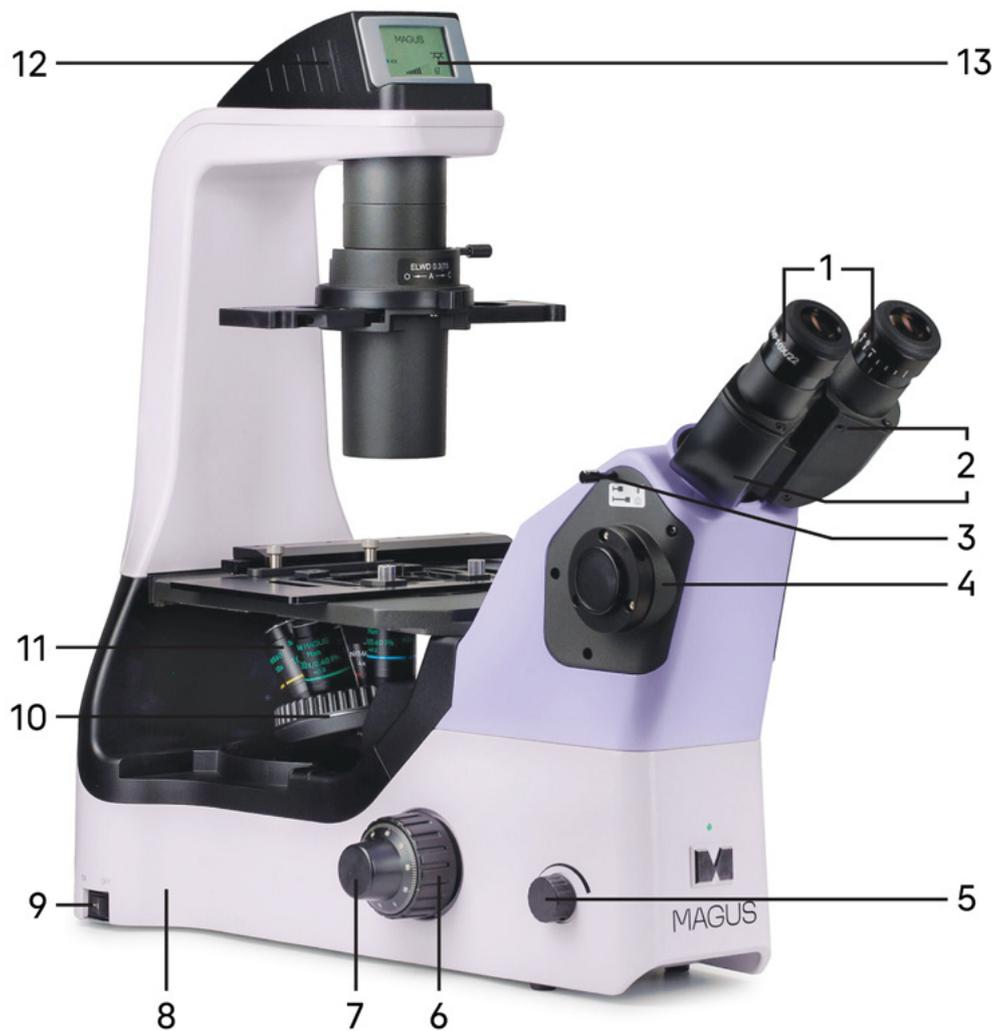

Рис. 2. Микроскоп MAGUS Bio V360. Вид слева
Штатив имеет устойчивую эргономичную конструкцию. На штативе 8 (рис. 2) микроскопа закреплены:
- револьвер 10 (рис. 2) с объективами 11 (рис. 2);
- осветитель 12 (рис. 2);
На левой боковой поверхности штатива расположены ручка управления системой освещения 5 (рис. 2) и выключатель электропитания сетевого напряжения 9 (рис. 2). В положении «←» включается, а в положении «0» выключается сетевое напряжение.
Фокусировка на объект осуществляется перемещением по высоте револьверного устройства 10 (рис. 2) с объективами 11 (рис. 2). Грубая фокусировка производится вращением коаксиальных рукояток 6 (рис. 1, 2), расположенных по обеим сторонам штатива.
Бинокулярная визуальная насадка 3 (рис. 1) обеспечивает визуальное наблюдение изображения объекта. Насадка закреплена на штативе 8 (рис. 2). В гнездо насадки устанавливается блок окулярных тубусов 2 (рис. 2). Тубусы можно вращать вокруг оси на 360°, изменяя высоту взора для удобства пользователей разного роста.
Изменение межзрачкового расстояния в насадке осуществляется разворотом окулярных тубусов 2 (рис. 2) в пределах 48–75 мм. Значение расстояния, установленного в соответствии с глазной базой наблюдателя, отсчитывается по шкале 2 (рис. 1) на насадке.
В боковой канал визуализации 4 (рис. 2) с помощью переходника C-mount устанавливается камера (видео-окуляр). Переключение светового потока на боковой канал визуализации производится рукояткой 3 (рис. 2).
Револьверное устройство 10 (рис. 2) обеспечивает установку четырех объективов. Смена объективов производится вращением револьверного устройства за конусную рифленую поверхность до фиксированного положения.
Объективы 11 (рис. 2) рассчитаны на оптическую длину тубуса «бесконечность». Парфокальная высота объективов составляет 60 мм, линейное поле зрения в плоскости изображения – 22 мм. Объективы с увеличенным рабочим расстоянием скорректированы на толщину дна посуды 1,2 мм.
Осветитель 12 (рис. 2) неподвижно закреплен в штативе микроскопа. Источник света – светодиод 3 Вт.
На осветителе микроскопа установлен ЖК-экран 13 (рис. 2). Экран отображает увеличение объектива, яркость источника света, режим работы («сон», «эко», «блокировка»). С помощью экрана и ручки управления системой освещения 5 (рис. 2) кодируется револьвер, настраивается яркость, блокируется регулировка яркости, выставляется режим сна и таймер автоотключения.